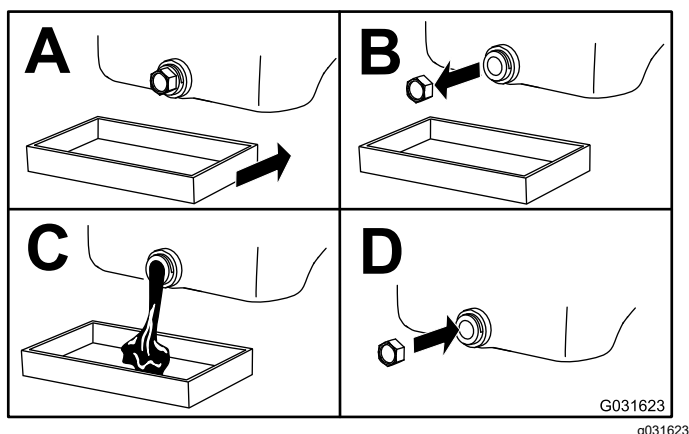

Figure 30
5. Vidangez l'huile moteur, comme montré à la Figure 30.